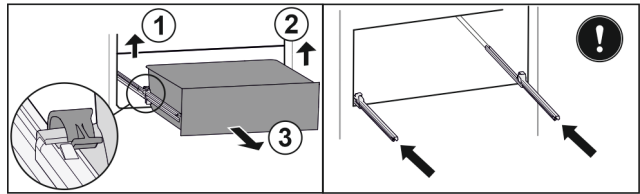

Fig. 103
- ▶ Підняти лівий затискач і одночасно висувний ящик ліворуч потягнути вперед. Fig. 103 (1)
- ▶ Підняти правий затискач і одночасно висувний ящик праворуч потягнути вперед. Fig. 103 (2)
- ▶ Вийняти висувний ящик рухом вперед. Fig. 103 (3)